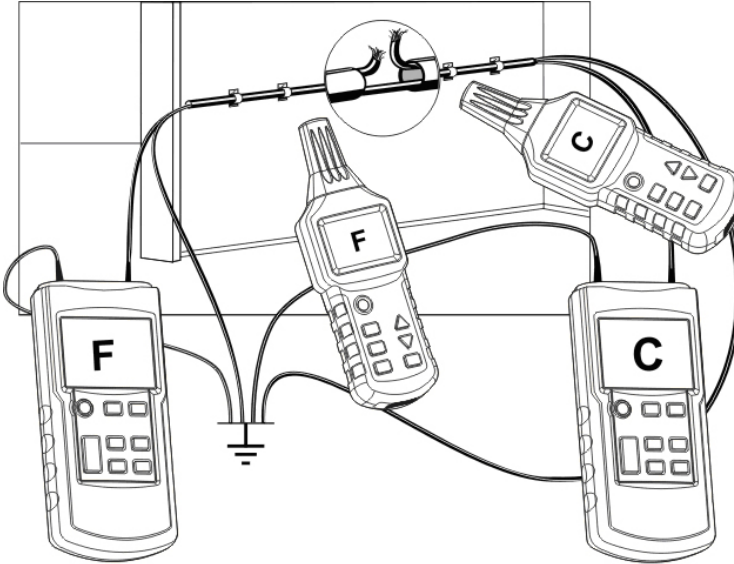

Fig.12
- Alle niet gebruikte leidingen moeten geaard zijn volgens Fig.12.
- Sluit de twee emitters aan volgens Fig.12.
Als de emitters zijn aangesloten volgens Fig.12, dan zal de ontvanger links van de leidingonderbreker C aangeven. Als de ontvanger verder dan de plaats naar rechts gaat, zal hij F aangeven. Als de ontvanger rechtstreeks boven de onderbreking geplaatst wordt, zal er geen enkele leidingcode worden weergegeven, omdat de signalen van de twee emitters elkaar overlappen.